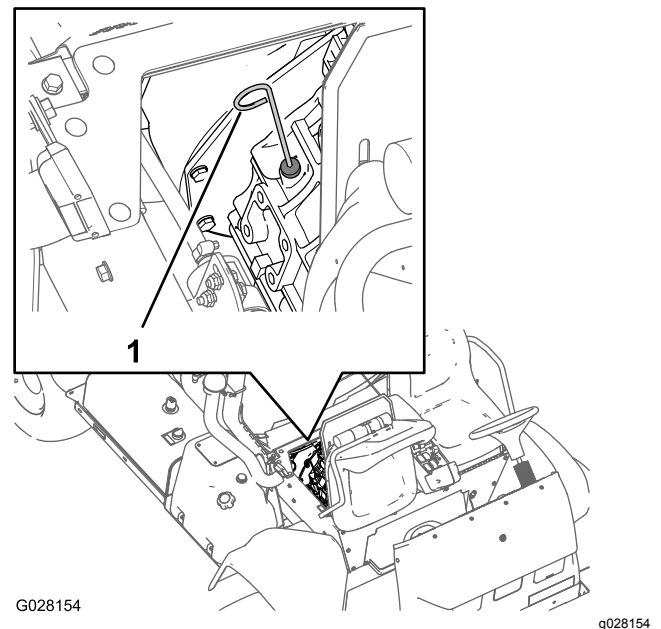

Figure 72
6. Sortez la jauge et vérifiez le niveau d'huile dans le carter moteur (Figure 72).
7. Faites l'appoint d'huile spécifiée avec précaution pour faire monter le niveau jusqu'au repère maximum sur la jauge (Figure 72).